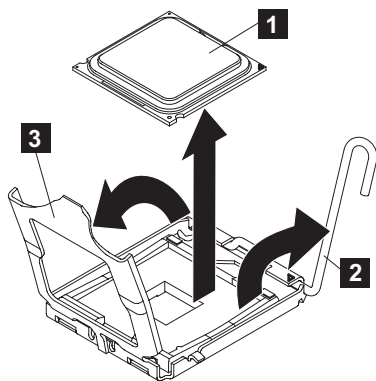

図 249. SAN ボリューム・コントローラー 2145-CG8 または 2145-CF8 のマイクロプロセッサ・ブラケット・フレームを開く
11. マイクロプロセッサ解放レバー (296ページの図 249 の **2**) のカーブ端を押し下げ、その端をプロセッサの中央から離れる方向に移動し、レバーを開位置まで解放します。
12. マイクロプロセッサ・ブラケット・フレームを、上端にあるタブを持ち上げて、開きます。図 249 に示すように、ブラケット・フレームを開位置に保持します。